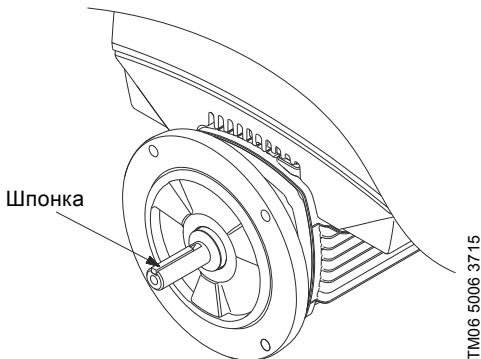

Рис. 4 Шпонка на валу двигателя
- Убедитесь, что шпонка (11) правильно установлена на валу двигателя. См. рис. 4.